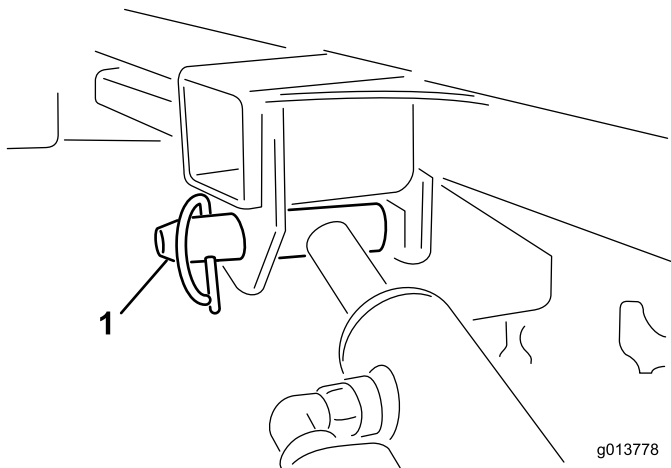

Figura 51
11. Con una mano sostenete il cilindro di sollevamento. Con l'altra mano staccate il perno di bloccaggio del cilindro di sollevamento (Figura 51).